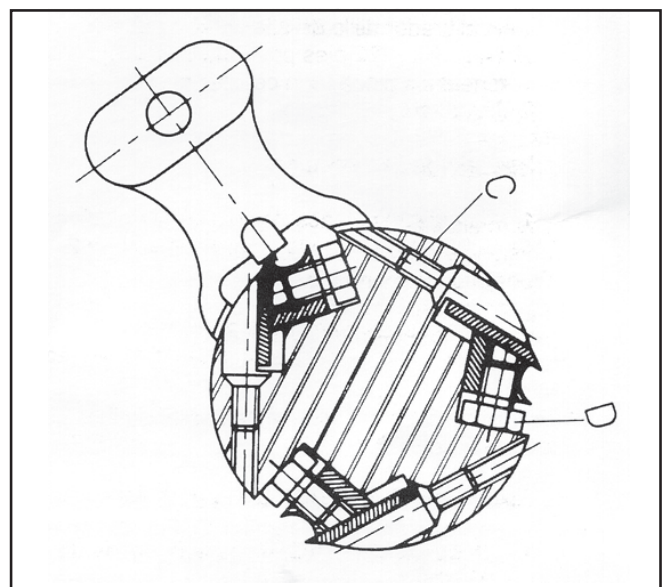

Figura 13
4. Para subir la cuchilla, inserte la llave hexagonal en el tornillo (C, Figura 13) en cualquier extremo de la cabeza de corte y gírelo en sentido contrario a las manecillas del reloj.